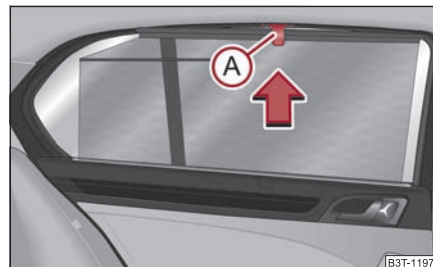

Fig. 72 Puerta trasera: Cortinilla antisolar enrollable
- Extraer la cortinilla antisolar enrollable por el tirador (A) ⇒ fig. 72 y colgarla en el soporte del borde superior de la puerta.